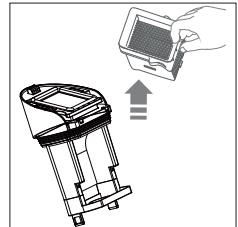

Fig. 17 – Retirer le filtre
- ▶ Tirez le filtre EPA 10 vers le haut pour le sortir du bouchon du réservoir d'eau sale (**voir Fig. 17**).